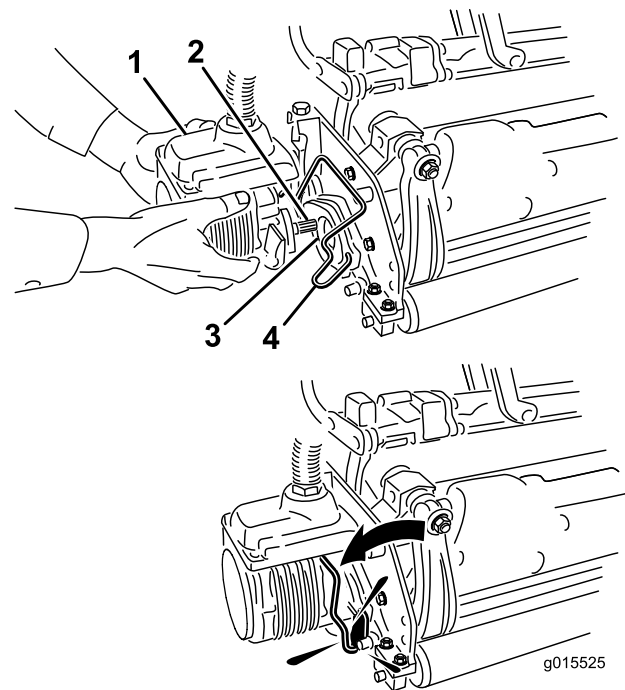

図 35
6. カuttingユニット用モータのスプラインシャフトにきれいなグリスを塗りつける 図 35。
7. モータを、カuttingユニットの左側運転席から見てに取り付け、カuttingユニットについているモータ固定バーを、モータの上から被せるようにセットし、モータの左右から「カチッ」というロック音が聞こえるまで押し下げる 図 35。